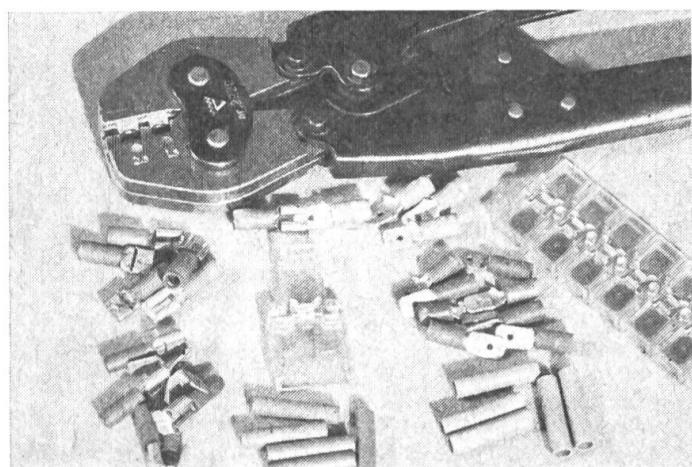

Abb. 8
– Bei neueren Anlagen werden als Verbindungs-elemente sehr oft Klemmstecker verwendet. Für die bäuerliche Werkstatt gibt es preisgünstige Sortimente mit den gebräuchlichsten Steckern, Verbindern und Quetschzangen (Abb. 8).